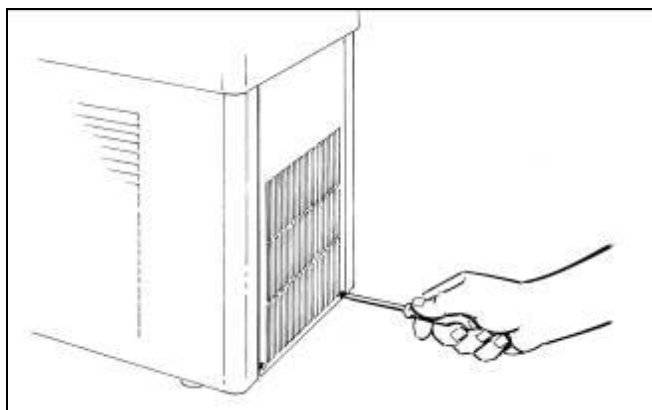

Fig. 27
- Retirer le panneau arrière en dévissant les deux vis qui le retiennent dans sa partie inférieure (fig.27).